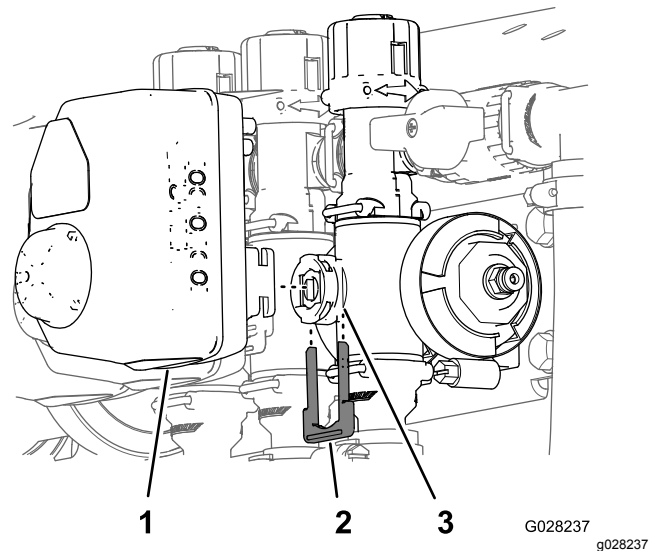

Bild 87
3. Entfernen Sie den Halter, mit dem der Aktuator am Verteilerventil für das Ventil für die Dosierungssteuerung, den Hauptausleger oder den Auslegerabschnitt befestigt ist (**Bild 87**).